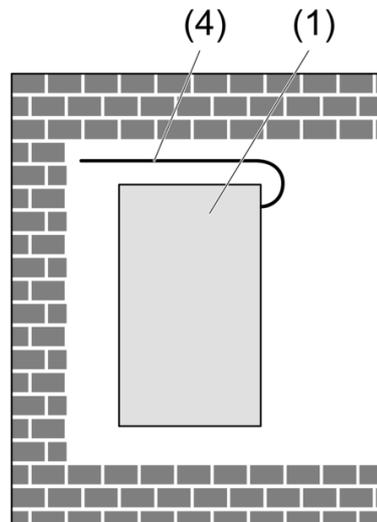

Figure 4
- ❗ Poser l'antenne en la dépliant dans un champ dénué d'obstacle (figure 4).